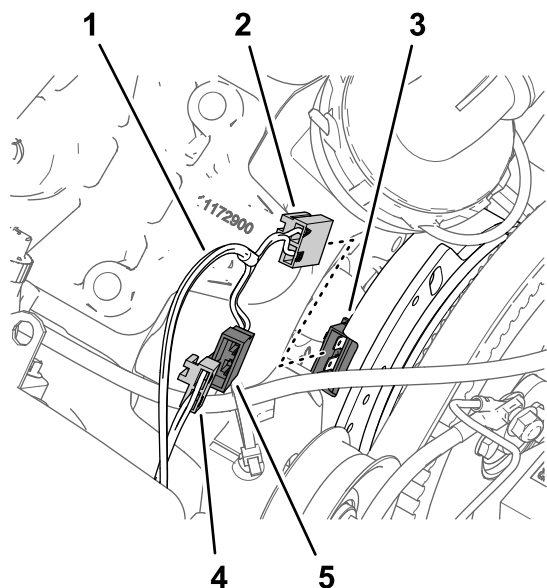

Figura 169
- Collegate il connettore a 2 pin della diramazione del cablaggio preassemblato del kit – 84 cm indicato come FRIZIONE DELLA POMPA al connettore a 2 prese del cablaggio preassemblato della macchina indicato come BOBINA DELLA POMPA DI IRRORAZIONE (Figura 169).
- Collegate il connettore a 2 prese del cablaggio preassemblato del kit indicato come FRIZIONE DELLA POMPA al connettore a 2 pin dell'alternatore (Figura 169).